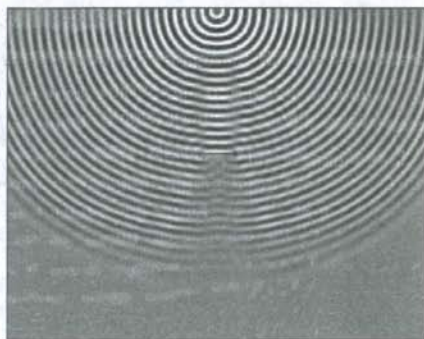

Fig. 4 Diffraction effect visualization
Die Größe des Verstärkermoduls ist 9 x 5.5 cm. Die PA-Module sind direkt mit den Platinen von Splitter bzw. Combiner verbunden, ohne Stecker, so dass Verluste und Kosten niedrig gehalten werden und um Phasenanpassungsprobleme mit Kabeln zu vermeiden. Verlötete kurze Kupferstreifen verbinden die einzelnen Platinen. Es sind jeweils zwei balancierte MRF9045MBR1-Transistoren mit getrennten Ruhestromeinstellungen vorhanden. Siehe Abb. 4, 5 und 6. Der Verstärker arbeitet in Klasse AB. Der Idq-Strom muss bei jedem Transistor auf 350mA eingestellt werden. Zum Feinabgleich werden die Kondensatoren C6 und C7 durch Trimmerkondensatoren von Voltronics ersetzt. Ändern der Position von C22 und C23 in kleinen Schritten entlang der Leiterbahn ermöglicht ein Abgleich auf maximale Ausgangsleistung. Eine weitere Abstimmung ist nicht nötig. Eine thermische Sicherung ist in der Ruhestromversorgung eingebaut. Der 2N2222-Transistor regelt die Gate-Spannung entsprechend der Temperatur. Das Schalten wird mit zwei N-Typ-Leistungs-MOSFETS und einem LTC1255 vorgenommen
- Abb. 4 *HF PCB mit Bauteilen*
Diffraction effects originate when propagating electromagnetic waves interact with obstacles in their path, such as the feed and struts. See Fig. 4. Other sources of diffraction generated interference are the rim of the dish reflector and "overshadowed sites," which are locations defined by the projection of the feed and struts onto the dish surface. Diffraction introduces additional losses, mainly due to the disturbance of field homogeneity and field distribution above the reflector's surface. Most modern mathematical wave modeling software operates according to the Geometrical Theory of Diffraction published by Keller [5].